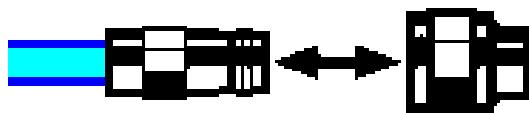

图 2-4 互连器件的轴心在一条直线上
- a) 如图 2-4，对准两个互连器件的轴心，保证阳头连接器的插针同心地滑移进阴头连接器的接插孔内。